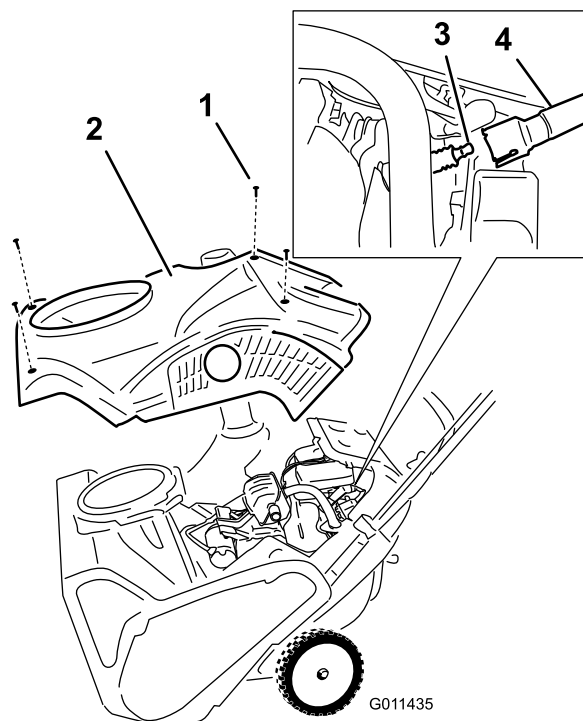

Bild 26
4. Nehmen Sie die vier Schrauben ab, mit denen die Abdeckung befestigt ist (Bild 26).
6. Nehmen Sie die Abdeckung ab (Bild 26).